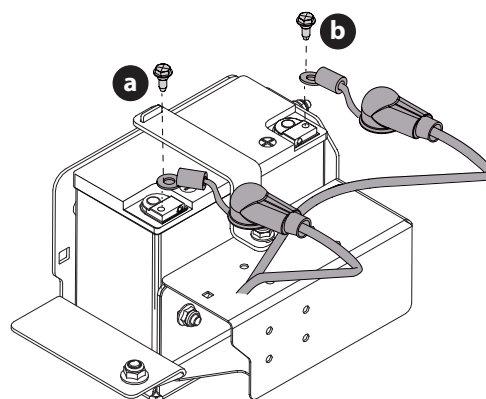

Fig. 20
NOTA: el borne positivo de la batería está marcado como POS. (+) (a). El borne negativo de la batería está marcado como NEG. (-) (b) (Fig. 20).
NOTA: si el cable positivo de la batería (c) ya está conectado, siga con el paso 4. (Fig. 20).
2. Deslice el manguito rojo (d) para retirarlo del borne positivo de la batería (a) y conecte el cable rojo (c), con el perno de montaje vertical (e) (Fig. 20).
3. Coloque el manguito rojo (d) sobre el borne positivo de la batería (a) para aislarlo y protegerlo contra la corrosión (Fig. 20).
4. Deslice el protector negro (g) del terminal negativo de la batería (b) y fije el cable negro (f) al terminal negativo de la batería (b) con el tornillo de montaje vertical (e) (Fig. 20).
5. Coloque el protector negro (g) sobre el borne negativo de la batería (b) para aislarlo y protegerlo de la corrosión (Fig. 20).